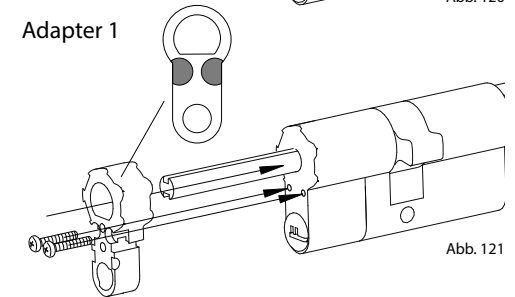

Abb. 121
- 44 - 53 mm = Adapter 1 benötigt (Abb. 121)